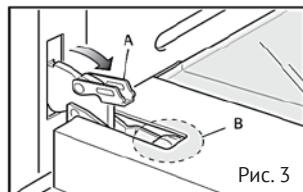

Рис. 3
- Потяните на себя фиксатор «A» (рис. 3).
- Полнотью откройте дверцу (рис. 3).